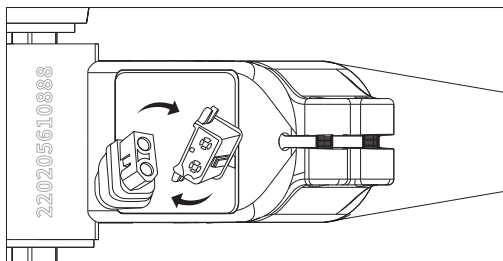

Figura 7-2
- Collega il cavo tra la batteria e il controller, come mostrato in (Figura 7-2).